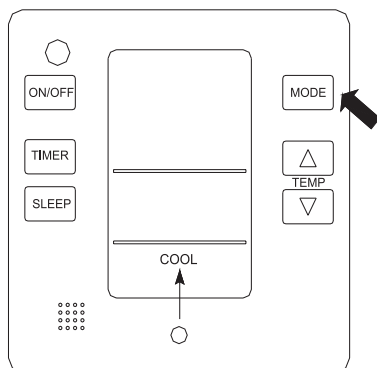

Рисунок 5.3. Режим охлаждения
Режим ОХЛАЖДЕНИЕ (COOL) (см. Рис. 5.3)
- Кнопкой MODE выбрать режим работы ОХЛАЖДЕНИЕ (COOL), на дисплее высветится соответствующая надпись (см. Рис. 5.3).